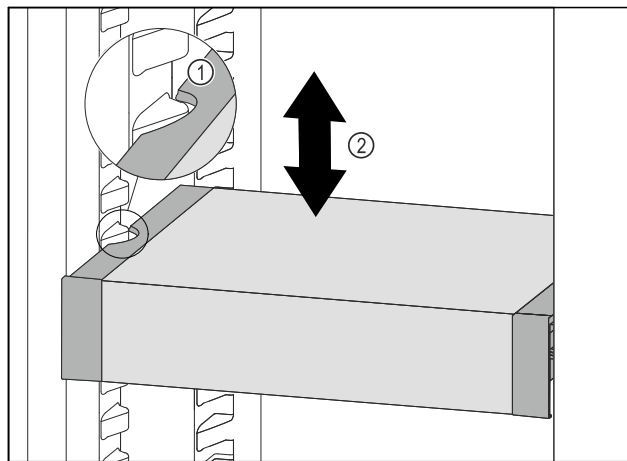

Fig. 171
- Vedä VarioSafe-laatikkoa ulospäin, kunnes VarioSafen sivuilla olevat lovet ovat jääkaappiosassa olevien kotelo-kiilojen tasolla. Fig. 171 (1)
- Siirrä VarioSafe-laatikkoa ylös- tai alaspäin jääkaappiosassa haluttuun korkeuteen. Fig. 171 (2)